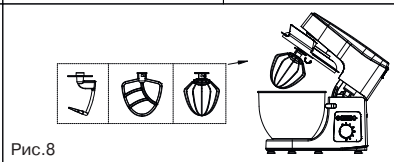
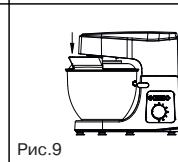

Рис.8
Рис.9
- Установите одну из насадок (1, 2 или 3) на вал (6), слегка нажмите на насадку по направлению вверх и поверните насадку против часовой стрелки до упора. Убедитесь в надёжной фиксации насадки (рис. 8).
- Поместите необходимые ингредиенты в чашу (5).
- Потяните вверх рычаг фиксатора (9), нажимая на верхнюю часть моторного блока (8), установите его в рабочее положение до щелчка (рис. 9). Отпустите рычаг фиксатора (9). Убедитесь в надёжной фиксации моторного блока (8) в рабочем положении, проверьте, что крышка чаши (4) установлена как показано на (рис. 2).